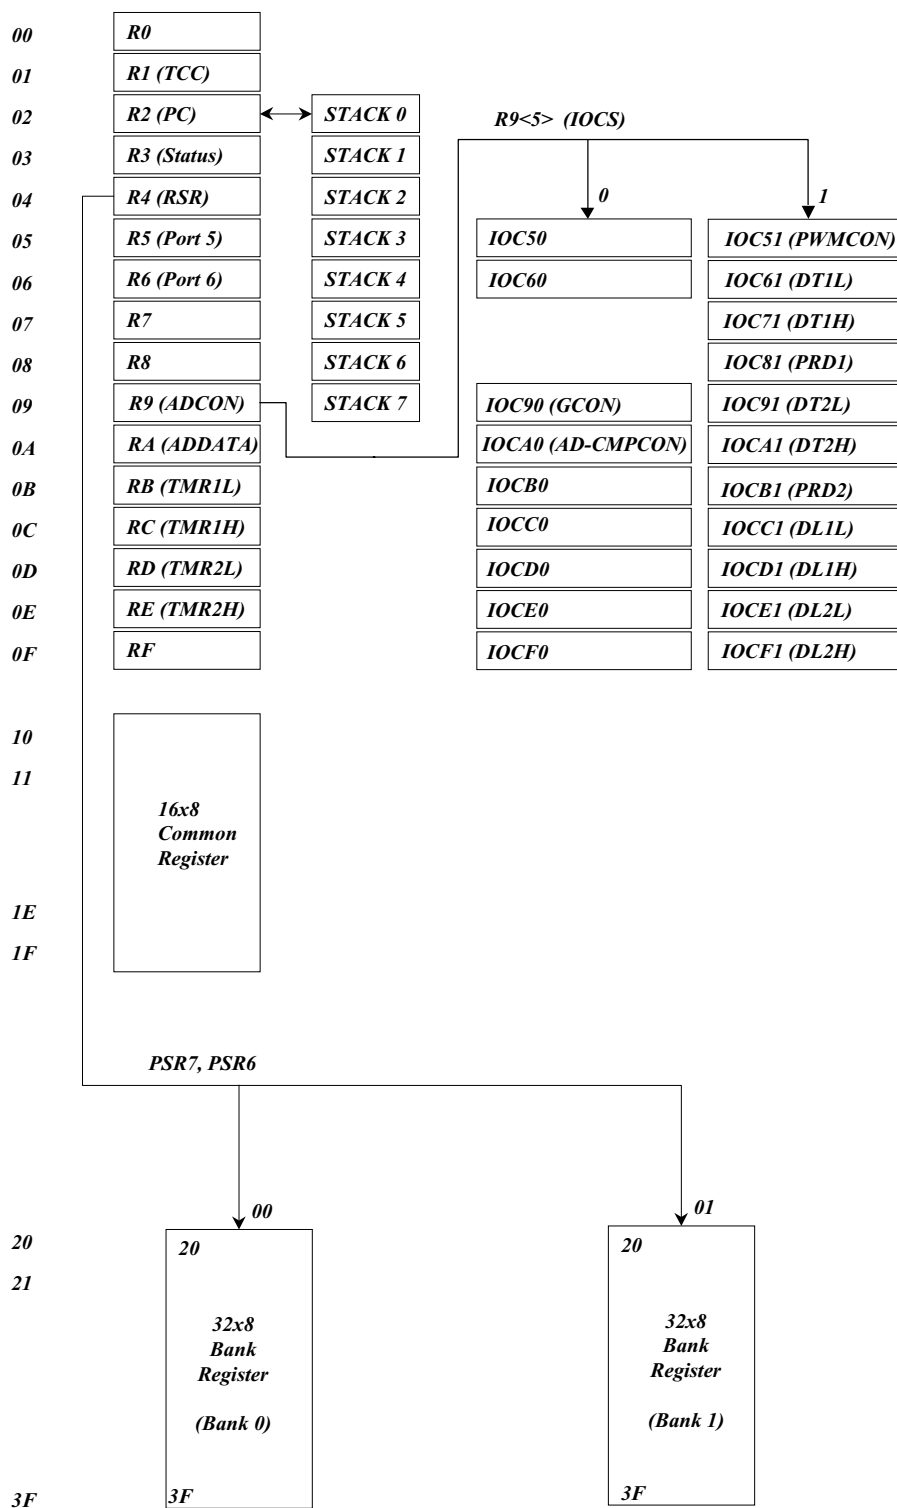

图 4 数据寄存器组成
- R2 与硬件堆栈为12 位宽，结构如图4 所示。
- 参见图 4 所示数据存储器结构。